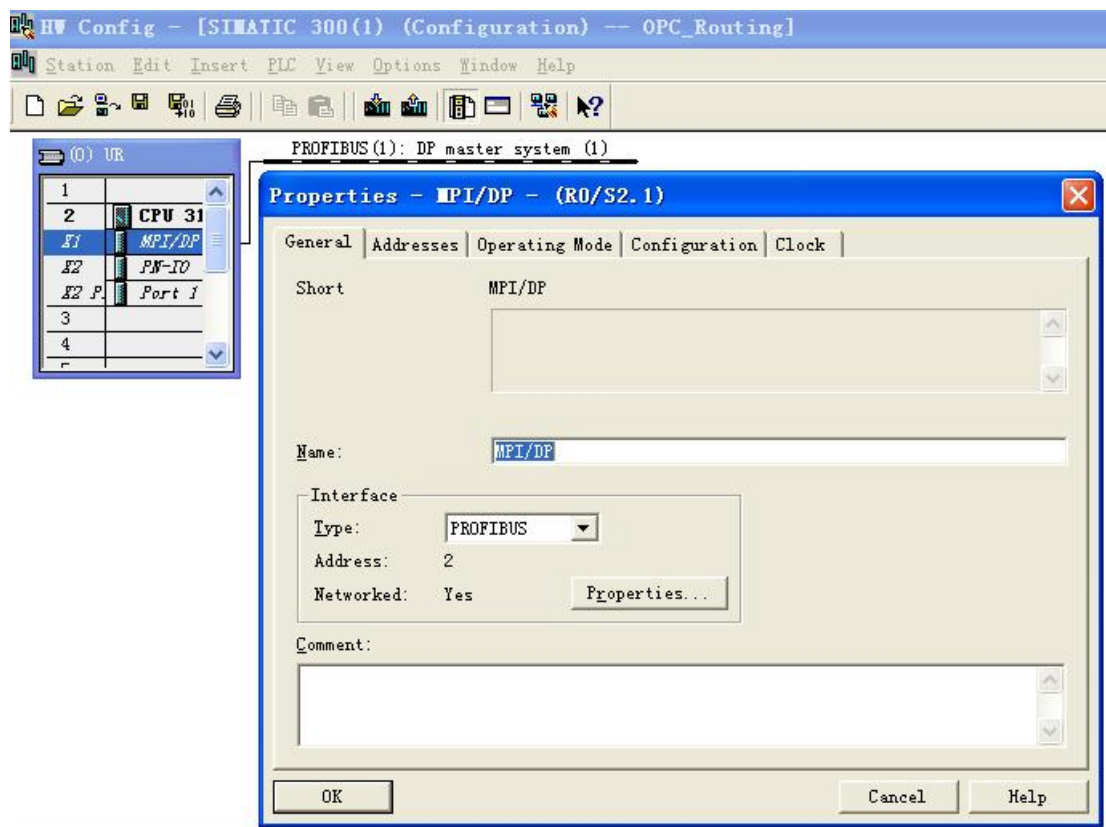
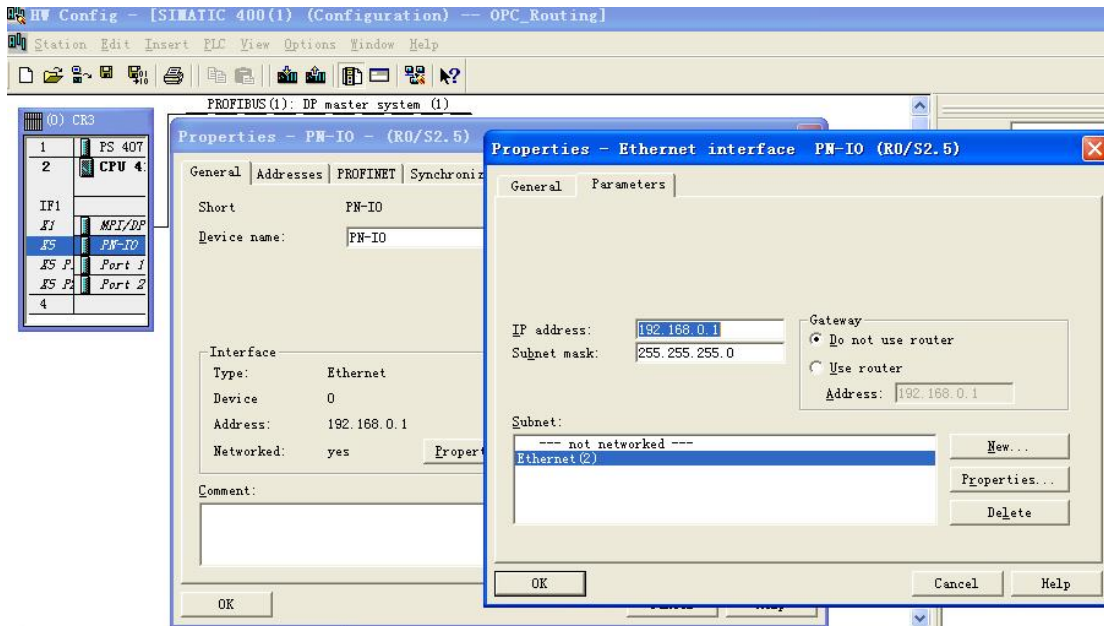

图 3
图 4
首先分别组态好 S7-300 站和 S7-400 站，S7-300 站点里 PROFIBUS 站号为 2，S7-400 站点里 PROFIBUS 站号为 4，它们属于同一网络 PROFIBUS (1)，S7-400 建立一个以太网网络 EtherCAT (2)，IP 地址为 192.168.0.1。如图 3，图 4